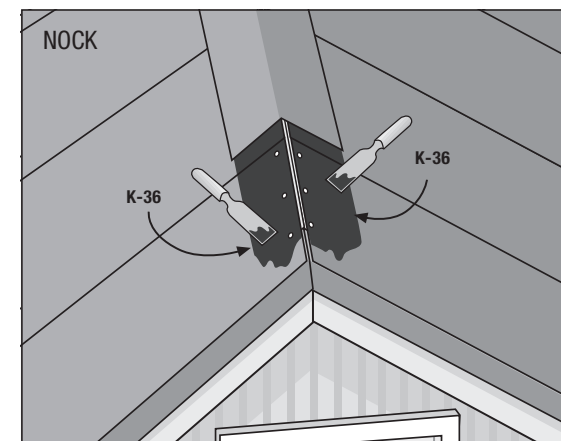

Bild 9
6.a Nocken (bild 9)
Vid vågrät montering skärs vanligen det första takfallets våd av längsnocken och det andra takfallets våd viks ca 15 cm övernocken och limmas med Täckklister K-36 (**bild 12**). Om båda takfallens våder skärs av längsnocken limmas pånocken en ca 30 cm bred TopTite remsa såsom vid vertikal läggning (**bild 9**).